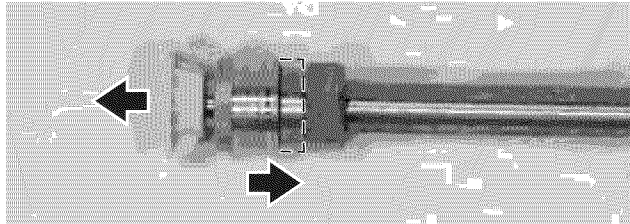

Figura 47 – Instalación de boquilla
2. Tire del acoplador rápido hacia la pistola atomizadora (Ver Figura 47).
3. Empuje la boquilla en el acoplador y empuje el acoplador alejándolo de la pistola atomizadora (Ver Figura 47). La boquilla se bloqueará en el lugar. Tire ligeramente de la boquilla para verificar que esté bloqueada en el lugar.